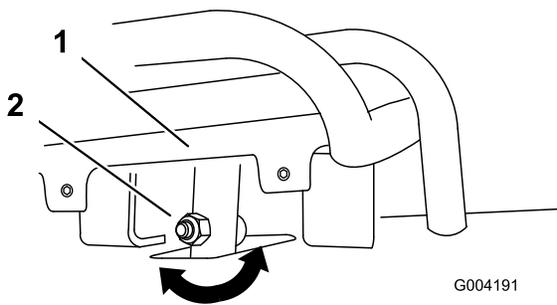
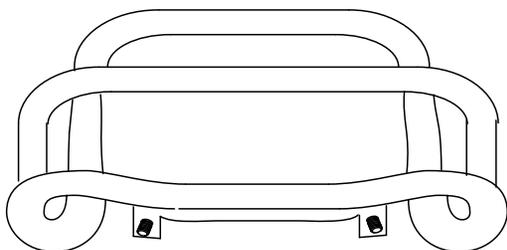

Figure 55
Figure 56
4. Si l'avant de la commande de déplacement n'est pas d'équerre et de niveau avec la barre de référence, desserrez l'écrou et le boulon à embase de la tige de la commande de déplacement (Figure 55).
5. Réglez la commande de déplacement de sorte qu'elle soit de niveau et en appui contre la barre de référence lorsqu'elle est tirée tout droit en arrière (Figure 55 et Figure 56).